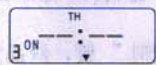

图9
6.5 继续按“定时”键，显示屏左下方将依次显示(2 ON, 2 OFF, ..., 8 ON, 8 OFF)，参考以上步骤设置其余各组的开关时间。如果每天只开、关一次，则必须按“取消/恢复”键，将其余各组的的时间消除，使液晶显示出“--”图样，如图9所示。